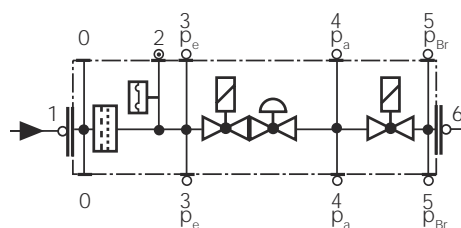

Fig. 42
- Cambiar el filtro cuando  $\Delta p$  entre las tomas de presión 1 y 3 sea  $> 10$  mbar (Fig. 42).
- Cambiar el filtro cuando  $\Delta p$  entre las tomas de presión 1 y 3 (Fig. 42) sea dos veces mayor que el valor registrado durante el último control.